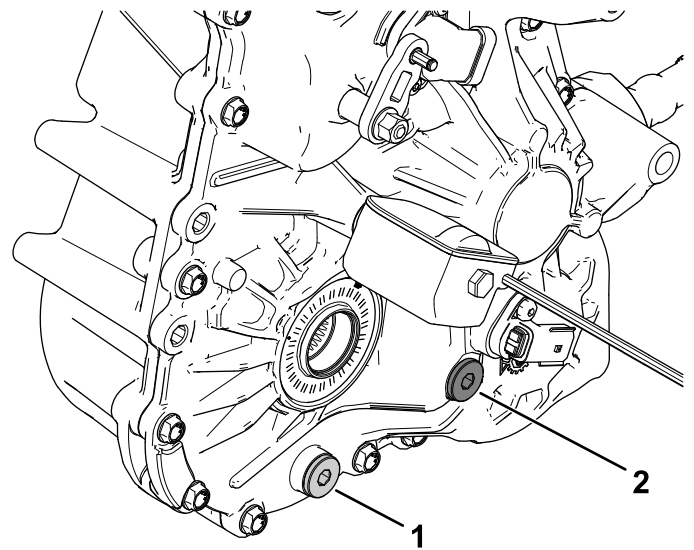

Figura 117
4. Retire el tapón de llenado del transeje (Figura 117).
5. Si el nivel de fluido es bajo, retire el tapón de llenado y añada fluido del tipo especificado hasta que salga del orificio (Figura 117).
1. Coloque un recipiente debajo del tapón de vaciado (Figura 117).
2. Retire el tapón de llenado (Figura 117).
3. Retire el tapón de vaciado y deje que el fluido se drene completamente (Figura 117).